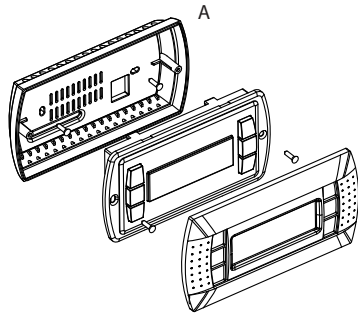

Fig. 2
Для установки терминала на стену необходимо в первую очередь закрепить на ней заднюю часть корпуса А (Рис. 2), используя стандартную коробку для трехсекционного выключателя.
- установите в коробку переднюю часть терминала, привинтив ее к тыльной части корпуса с использованием винтов с потайной головкой из комплекта, как показано на рис. 2;